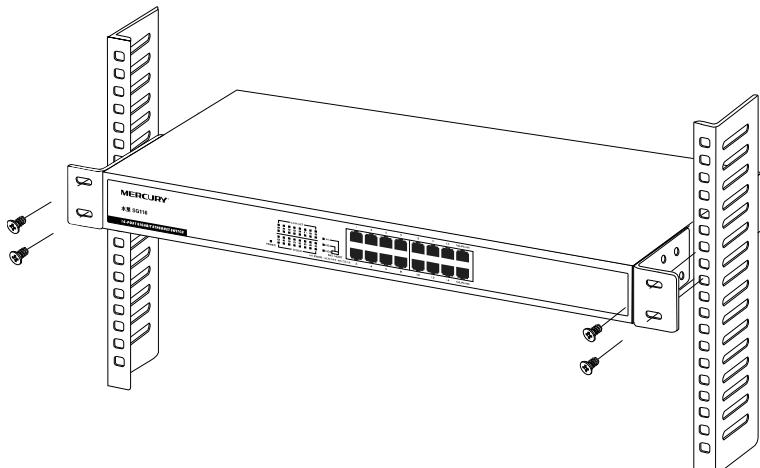

图3-3 机架安装示意图
3. 将交换机安放在机架内，并用螺钉将L型支架固定，确保交换机牢固地安装在机架上（螺钉用户自备）。如图 3-3 所示